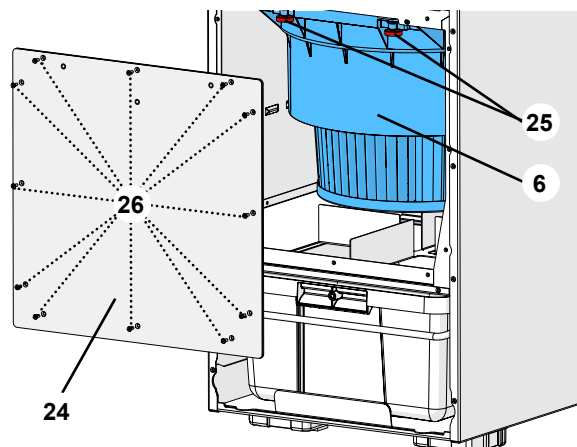

Fig. 25
- ⇒ Posizionare il bordo posteriore dell'unità filtro sulle guide (27), inserire completamente e spingere verso l'alto.
- ⇒ Avvitare saldamente le viti di fissaggio (25, Fig. 25).
Se risulta difficile riposizionare la lamiera di chiusura, significa che l'unità filtro non è stata completamente inserita nel vano interno dell'apparecchio oppure che l'unità filtro è posizionata troppo in basso in quanto le viti di fissaggio (25, Fig. 25) non sono sufficientemente serrate.